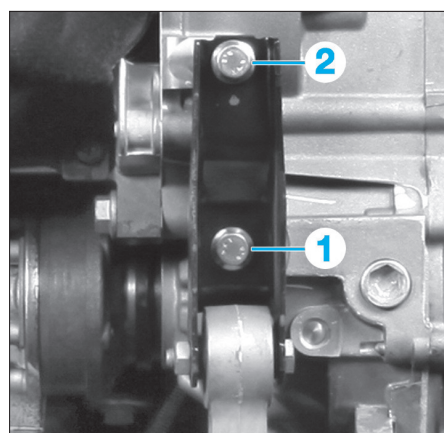

FIG. 24
- Déposer les vis du tirant d'antibasculement (1) et (2) de la boîte de vitesses (Fig.24).